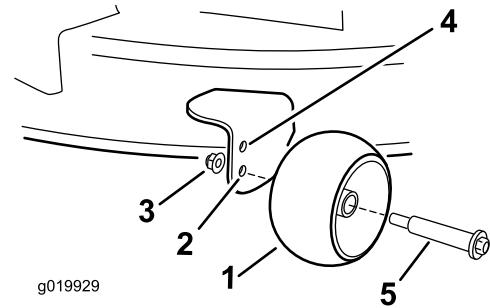

Figura 28
- Furo superior – utilize esta posição com plataforma de corte nas posições de altura de corte de 63 mm e inferiores (Figura 28).
- Furo inferior – utilize esta posição com plataforma de corte nas posições de altura de corte de 76 mm e superiores (Figura 28).